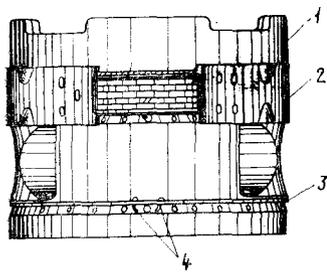

Рис. 125. Хомут и нитка для поджатия поршневых колец:
3. Сожмите хомутами из тонкой стальной ленты кольца в трех верхних канавках поршня; под кольца в четвертой канавке подложите нитки (рис. 125), чтобы сжатые кольца удерживались за счет трения. При работе дизеля нитки быстро сотрутся, и кольца освободятся.